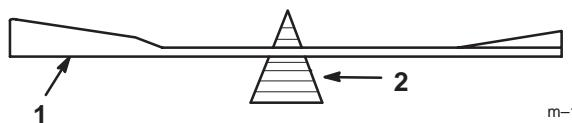
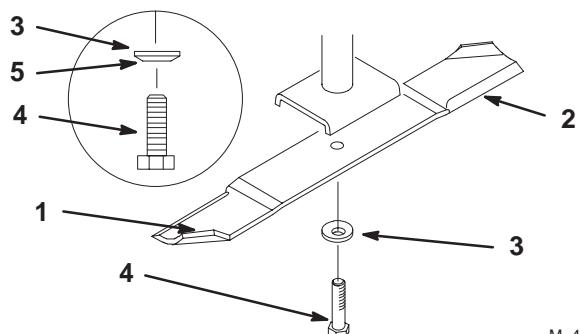

Figure 33
Figure 34
1. Tenez la lame à son extrémité avec un chiffon ou un gant épais. Retirez le boulon, la rondelle élastique et la lame, de l'axe de la lame (Fig. 34).
2. Vérifiez l'équilibre de la lame en la plaçant sur un équilibrEUR (Fig. 33). Si la lame reste horizontale, elle est équilibrée et peut être utilisée. Si la lame est déséquilibrée, limez un peu l'extrémité de la partie incurvée seulement (Fig. 34). Répétez la procédure jusqu'à ce que la lame soit équilibrée.
1. Placez la lame sur l'axe (Fig. 34).
2. Installez la rondelle élastique et le boulon de lame (Fig. 34). Le boulon de lame doit être serré à 115–150 Nm (85–110 pieds-livre).